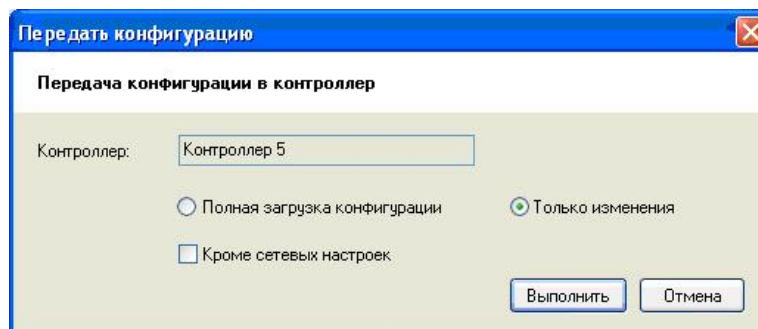

Рисунок 289
- 14) В окне "Выбор контроллера" выберите запись с исходным адресом и нажмите кнопку "Выбрать". На экране появится окно выбора типа загрузки данных (см. Рисунок 289).
- 15) В окне "Передать конфигурацию" выберите "Только изменения", убедитесь, что НЕ отмечена кнопка "Кроме сетевых настроек и параметров авторизации" (см. Рисунок 289) и нажмите кнопку "Выполнить".